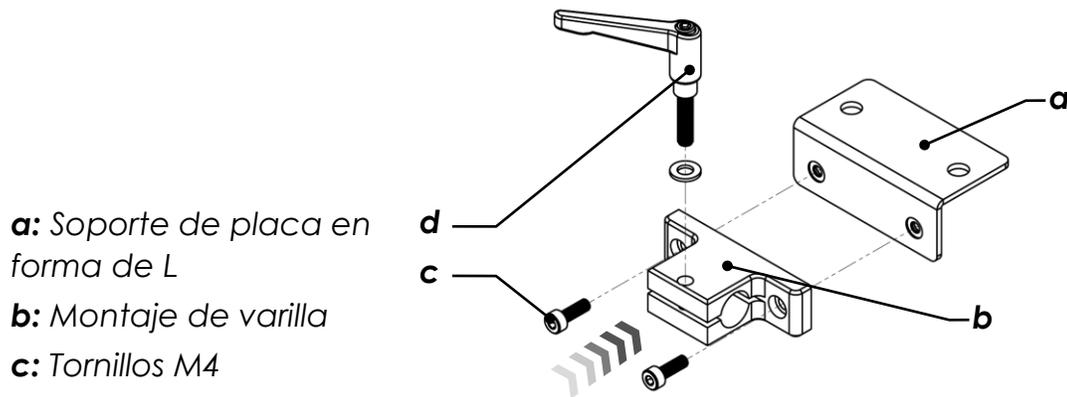

Figura 5
- Sujeta la palanca M5 al montaje de varilla y ajústalo en el soporte de placa usando tornillos M4 como se muestra en la Figura 5.